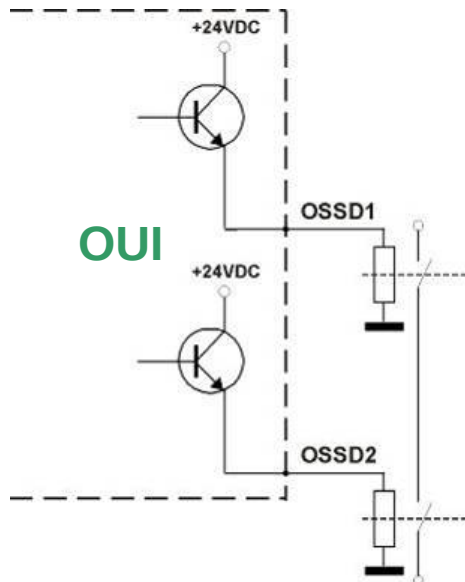

Fig. 14
- Les contacts de sécurité OSSD 1 et OSSD 2 ne peuvent pas être connectés en série ou en parallèle, mais plutôt ils doivent être utilisés séparément (voir Fig. 14). Au cas où l'une de ces configurations serait utilisée erroneusement, la barrière signalisera l'irrégularité de fonctionnement des sorties (voir chapitre 7 « Fonctions de diagnostic »).